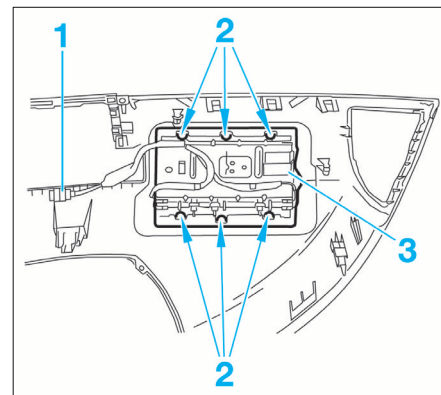

FIG. 3
- Libérer le connecteur (1) de la planche de bord (Fig.3)
- Déposer les écrous de fixations (2) puis l'airbag (3).